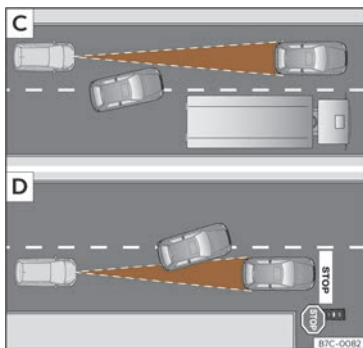

Fig. 129 [C] Cambio de carril dun vehículo.
- Vehículos que cambien ao carril polo que vostede circula a pouca distancia do seu vehículo >>> fig. 129 [C].
O ACC pode non reaccionar ante vehículos parados. Se por exemplo, un vehículo detectado polo ACC xira ou se afasta e diante do mesmo atópase un vehículo parado, o ACC non reaccionará ante este >>> fig. 129 [D].